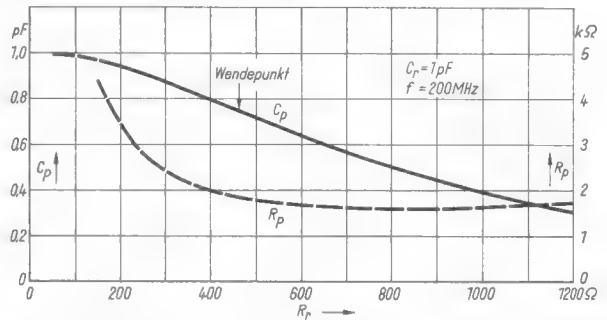
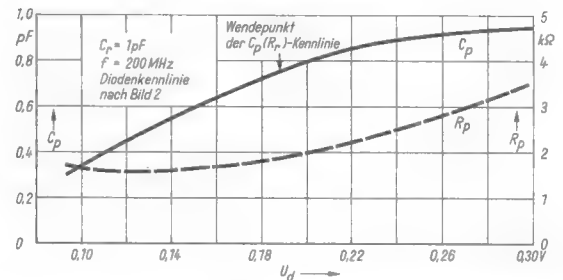
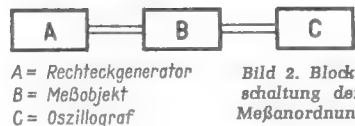

Bild 3a. Wirksame Parallelkapazität C_p und Parallel-Dämpfungswiderstand R_p in Abhängigkeit vom Diodenwiderstand R_r für eine Anordnung nach Bild 1
Bild 3b. Parallelkapazität C_p und Parallel-Dämpfungswiderstand R_p einer Anordnung nach Bild 1 und 3a, jedoch abhängig von der Diodenspannung U_d
Bild 2. Blockschaltung der Meßanordnung
Hierbei handelt es sich um die Reihenschaltung einer Festkapazität C_r von geeignetem Wert mit einer Diode D . Die Diode wird im Durchlaßbereich mit Hilfe einer Steuerspannung U_d auf verschiedene Arbeitspunkte eingestellt. Sie dient so als variabler Widerstand R_r , Bild 1. Eine Diodenkennlinie im Durchlaßbereich mit eingezeichneter Widerstandskennlinie $R_d = f(U_d)$ ist in Bild 2 dargestellt.
Links: Bild 2. Strom-Spannungs-Kennlinie und Widerstandskennlinie für eine Germanium-Spitzendiode im Durchlaßbereich
Bild 3a zeigt für $C_r = 1 \text{ pF}$ und $f = 200 \text{ MHz}$ als Beispiel eine Kennlinie $C_p = f(R_r)$. Man erkennt den Wendepunkt bei $R_r = 460 \Omega$, in dem die Kapazitätsvariation, bezogen auf R_r , am größten ist.
Die steuernde Größe für C_p ist bei Anwendung der Diode als gesteuerter Widerstand die Diodenspannung U_d . Mit ihr ergibt sich unter Berücksichtigung der Dioden-Widerstandskennlinie (Bild 2) eine Abhängigkeit von C_p und R_p wie sie Bild 3b zeigt. Hierbei ist interessant, daß sich auch abseits vom $C_p(R_r)$ -Wendepunkt, nämlich nach kleinen Diodenspannungen hin (höheren R_r -Werten), noch größere Kapazitätshübe ergeben. Ursache dafür ist die starke Widerstandsänderung der Diode im Bereich ihres Kennlinienknicks. Für die $C_p(R_p)$ -Kennlinie in Bild 3a war dagegen eine lineare Widerstandsänderung angenommen.
2. Durchmessen von Oszillografen- und Hi-Fi-Verstärkern und Dimensionierung von Abschwächern und Regelnetzwerken durch praktischen Versuch (Bild 2 und 3);